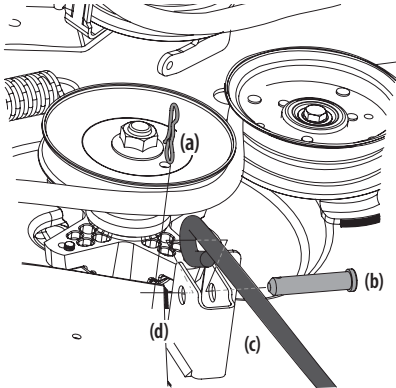

Figure 45
- b. Retirez la troisième goupille papillon (a) de l'axe de chape (b) qui fixe la tige de commande du plateau avant (c) au support de levage du plateau avant (d). Retirez l'axe de chape (b). Consultez la Figure 45.